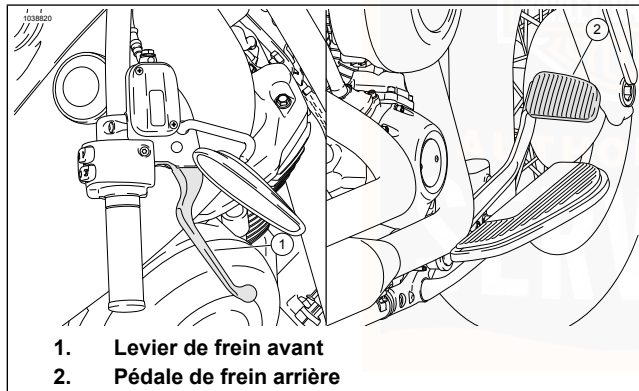

Figure 35. Commandes de freinage
Voir Figure 35. Le levier de guidon de frein avant (1) commande le frein de la roue avant. Le levier de frein se trouve sur la droite du guidon. Actionner le levier de guidon avec les doigts de la main droite.
Voir Figure 35. La pédale de frein arrière (2) commande le frein de la roue arrière. La pédale de frein est située sur le côté droit. Actionner la pédale de frein arrière avec le pied droit.